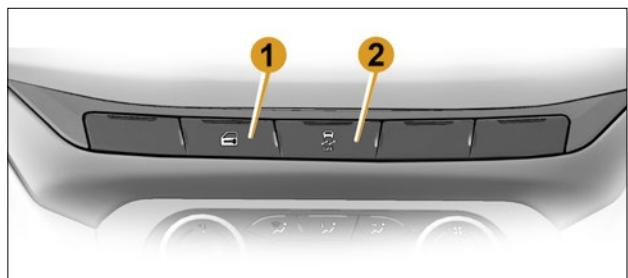

Рис. 3. Блок выключателей на панели приборов
Для блокировки замков дверей нажмите кнопку блокировки  на пульте. При этом произойдет блокировка замков дверей, что подтверждается загоранием на некоторое время индикатора на кнопке 1 (см. рис. 3) и двукратным световым сигналом указателей поворота.
– Центральная блокировка/разблокировка замков дверей. Для блокировки замков всех дверей из салона нажмите кнопку  на панели приборов, индикатор на кнопке **1** (рис. 3) загорится на некоторое время, затем погаснет. Если при нажатии кнопки  капот, багажник или одна из дверей были открыты, то двери обратно разблокируются. Закройте двери, капот, багажник, нажмите кнопку блокировки , все двери заблокируются. Разблокировка замков боковых дверей происходит при открывании со стороны салона любой передней двери, при открытии одной из задних дверей происходит разблокировка только открываемой двери.
При заведенном двигателе нажмите кнопку центрального замка  на панели приборов **1** (рис. 3) и удерживайте ее в течение пяти секунд. Сразу после нажатия кнопки загорится светодиод, двери заблокируются. Заглушите двигатель. Функция активирована.
При заведенном двигателе нажмите кнопку центрального замка  на панели приборов **1** (рис. 3) и удерживайте ее в течение пяти секунд. Функция отключена.